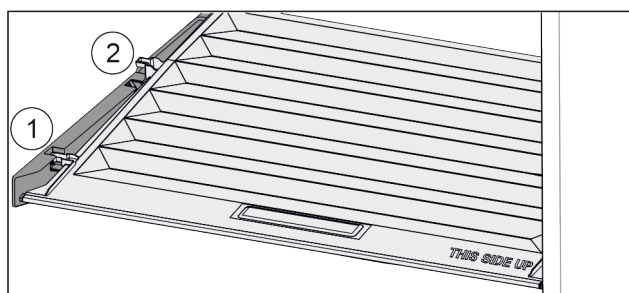

Fig. 33
- Tirare in avanti il coperchio fino all'apertura nei fermi Fig. 33 (1).
- Sollevare posteriormente dal basso e togliere verso l'alto Fig. 33 (2).